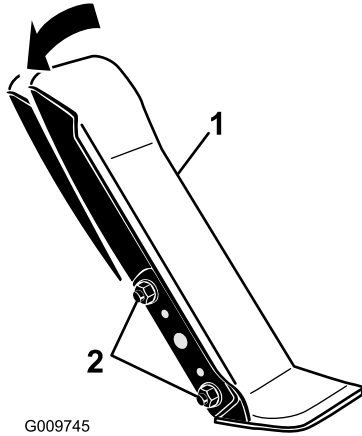

Figura 66
1. Afloje las dos tuercas y pernos que fijan el lado izquierdo del pedal de tracción al soporte (Figura 66).
2. Ajuste el pedal al ángulo deseado y apriete las tuercas (Figura 66).